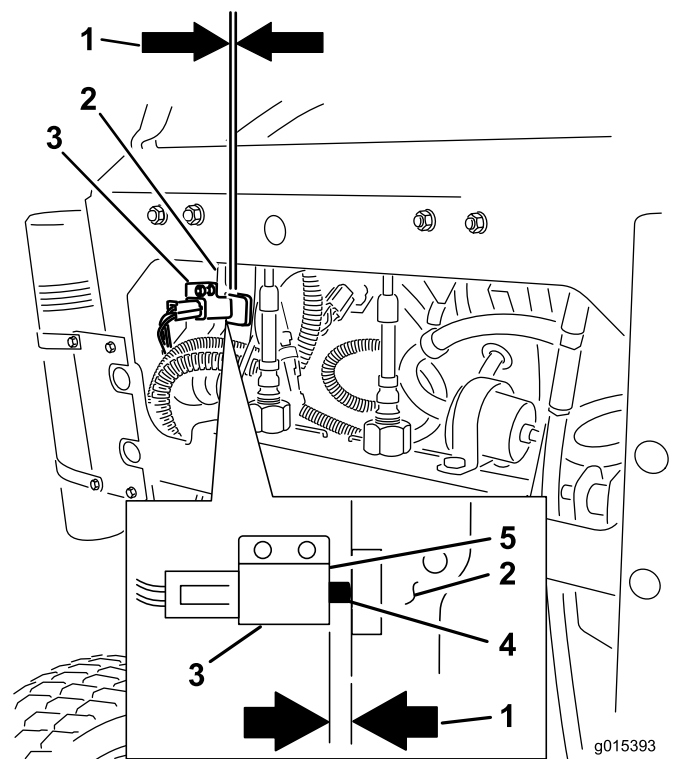

図 64
12. 図 64 に示されているように、ブレーキ・レバーとスイッチの面とのすき間を点検する。ブレーキを掛けた状態で、すき間が 3mm あることが必要である。